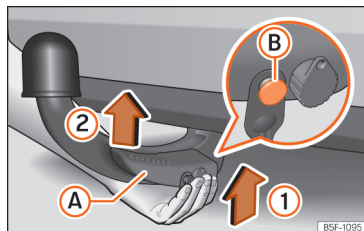

Abb. 266 Anhängerkupplung anbringen Schritt 1
- Die Anhängerkupplung von unten und der Pfeilrichtung » Abb. 266 (1) folgend in die deren Aufnahme einsetzen, bis sie hörbar einrastet » Δ.
Der Hebel » Abb. 266 (A) dreht sich **automatisch** in Pfeilrichtung (2) nach oben und der Entriegelungsbolzen (B) kommt heraus (sein rot-grüner Teil ist sichtbar) » Δ.
- Beim Befestigen der Anhängerkupplung nicht mit den Händen in den Hebel fassen, um ein Einklemmen der Finger zu vermeiden » Abb. 266 (A).
① VORSICHT